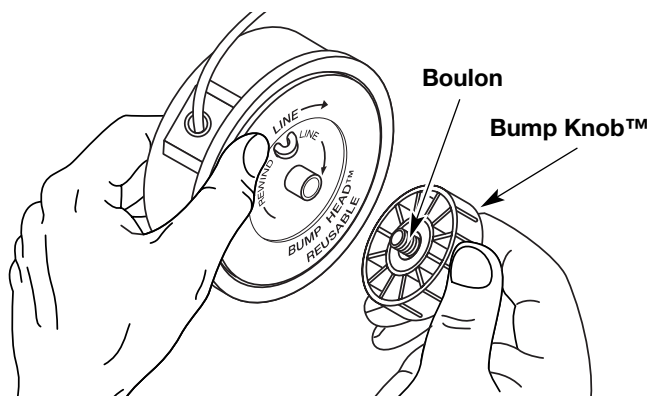

Fig. 11
1. Tenez la bobine extérieure d'une main et dévissez le bouton de butée vers la gauche (Fig. 11). Inspectez le boulon à l'intérieur du bouton de butée pour vous assurer qu'il se déplace librement. Remplacez le bouton de butée s'il est endommagé.